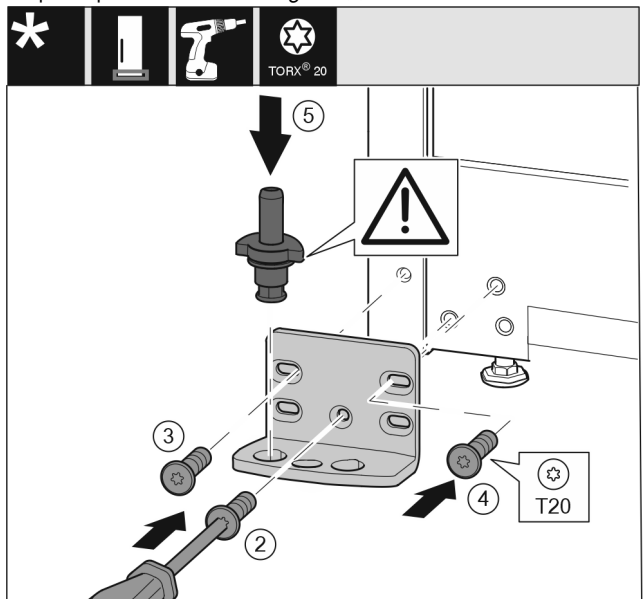

Fig. 17
- ▶ Vendosni bazamentin mbështetës në anën tjetër dhe mbërthejeni me ndihmën e një kaçavide. Filloni me vidën Fig. 17 (2) poshtë në mes.
- ▶ Mbërtheni fort vidën Fig. 17 (3) dhe vidën Fig. 17 (4).
- Vendosni komplet në vend bulonin e rrotullimit Fig. 17 (5). Këtu bëni kujdes që gunga ndaluese të jetë e kthyer nga poshtë.